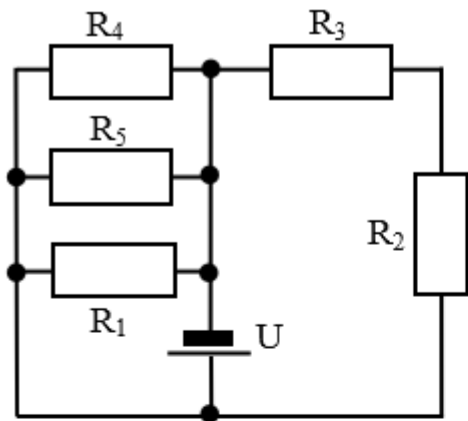

Рисунок 1
1. Выписать исходные данные (Таблица 1) и вычертить схему цепи согласно варианту (Рис. 1 - 6).